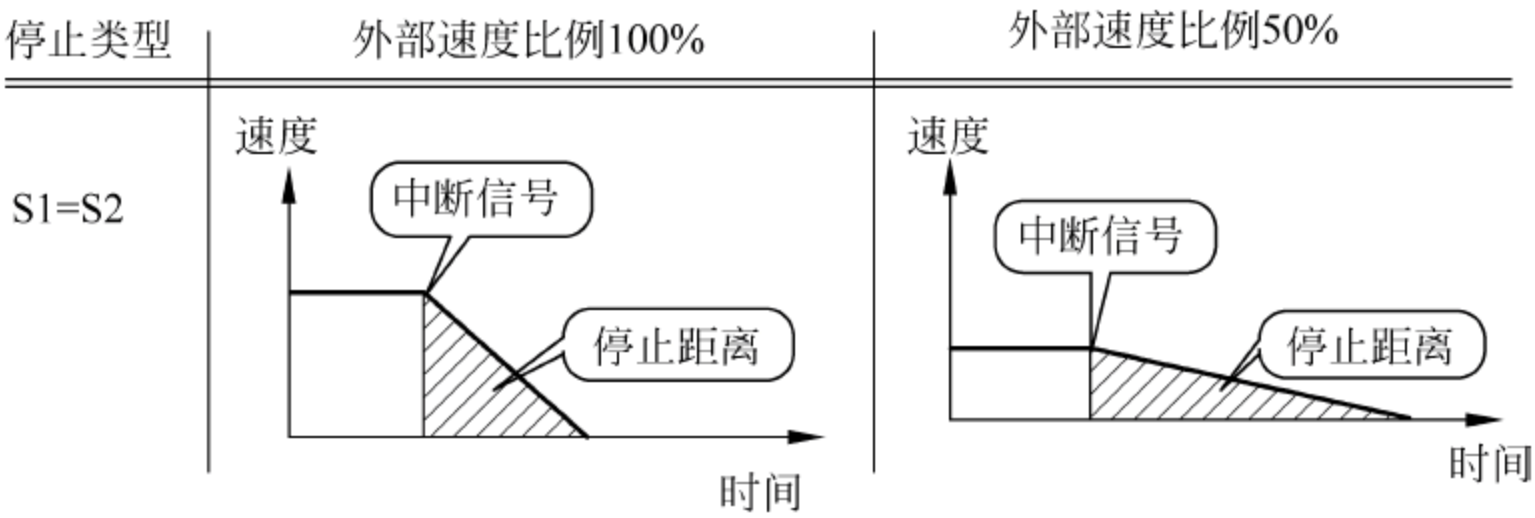
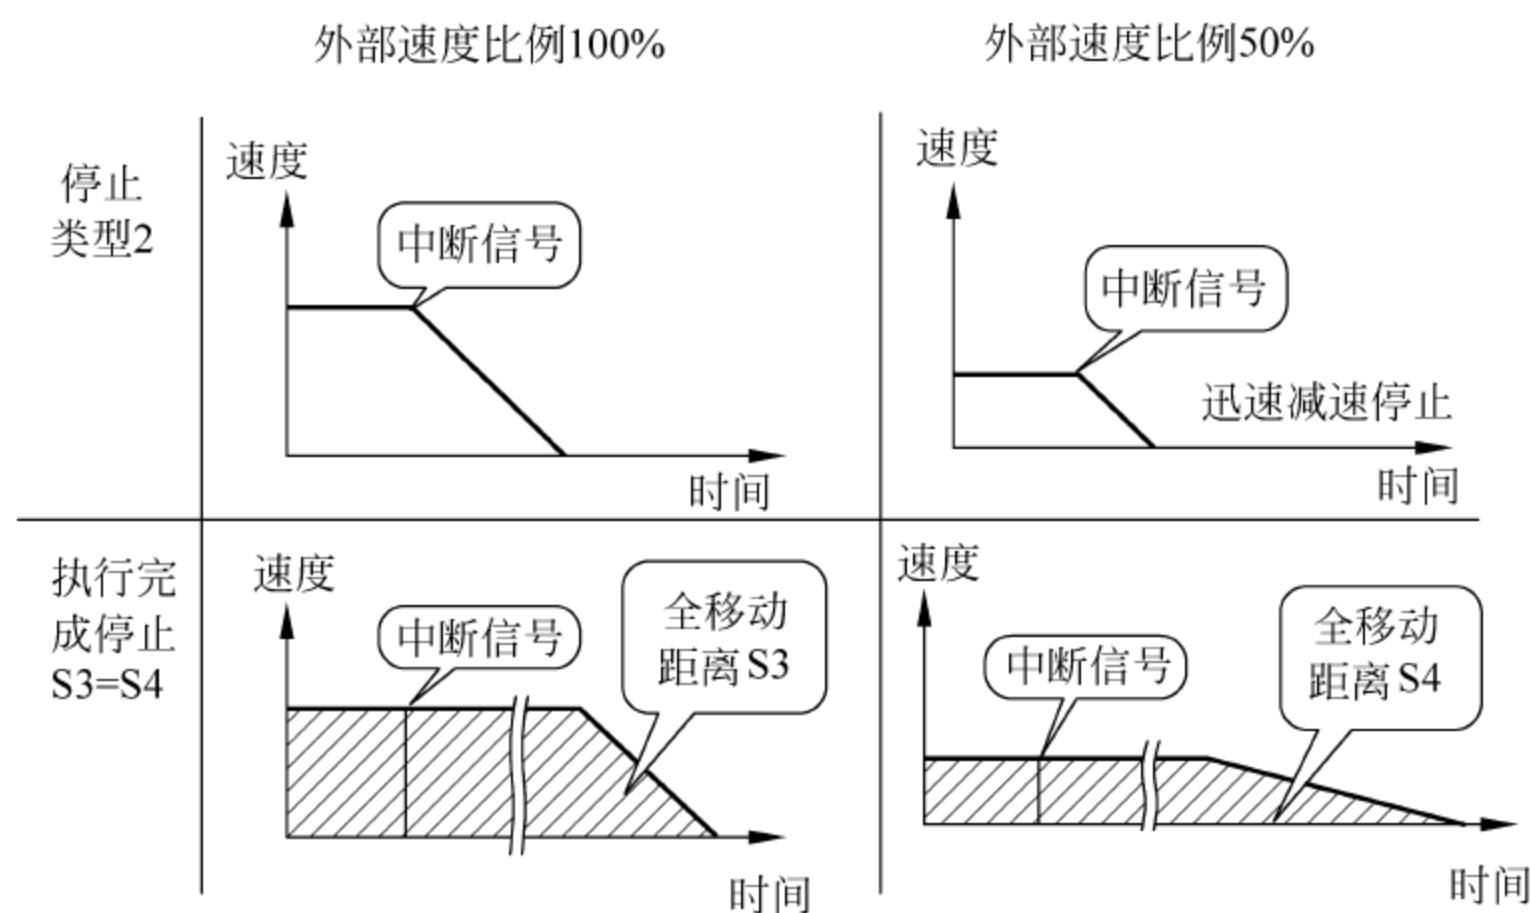

图 13-2 停止类型 1——停止过程中的行程相同
图 13-3 停止类型 2——以最短时间,最短距离减速停止
- (1) 中断程序从“跳转起始行”到 Return 结束;
- (2) 中断程序级别以号码 1~8 表示,数字越小越优先,如 Act 1 优先于 Act 2;
- (3) 执行中断程序时,主程序的停止类型如图 13-2 和图 13-3 所示。